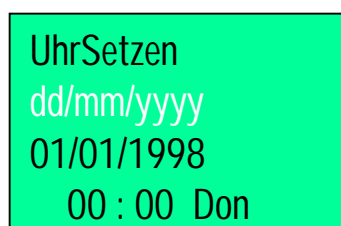

Abb. 2.26
- Tag/Monat/Jahr ⇔ dd/mm/yyyy (Abb. 2.26)